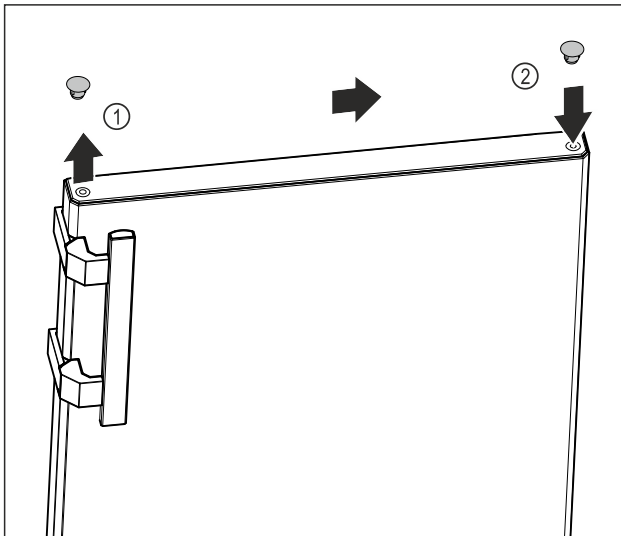

Fig. 18
- ▶ Lyft försiktigt täckplugg på dörrens ovansida Fig. 18 (1) med spårskruvmejsel.
- ▶ Sätt in täckplugg på motsatta sidan. Fig. 18 (2)